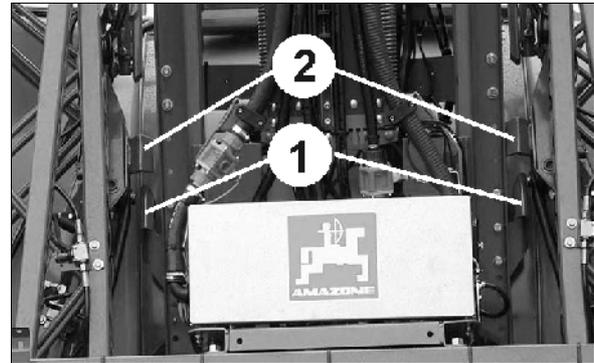

Fig. 65
2. Relevez la rampe de pulvérisation en utilisant le réglage de hauteur jusqu'à ce que les supports d'arrêt (Fig. 65 /1) libèrent les berceaux de réception (Fig. 65 /2).
Fig. 65 montre la rampe de pulvérisation déverrouillée.